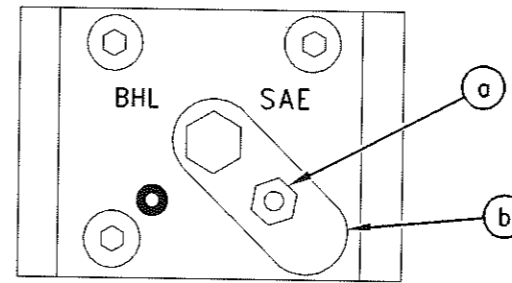

Ilustración 169
**Nota:** La ilustración 169 muestra que la válvula de acceso está en la posición SAE.